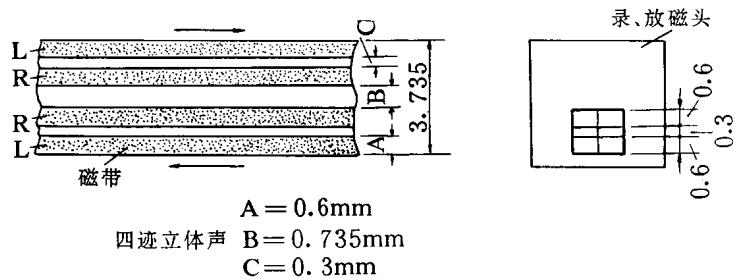

图 1-11
**3. 立体声磁头** 图 1-11 是立体声录放磁头铁心尺寸与磁带磁迹对应图。这种磁头是目前普及型盒式录音机中应用最多的一种录放音立体声磁头，是双道四迹，由两组铁心组成，铁心厚度为 0.56mm。